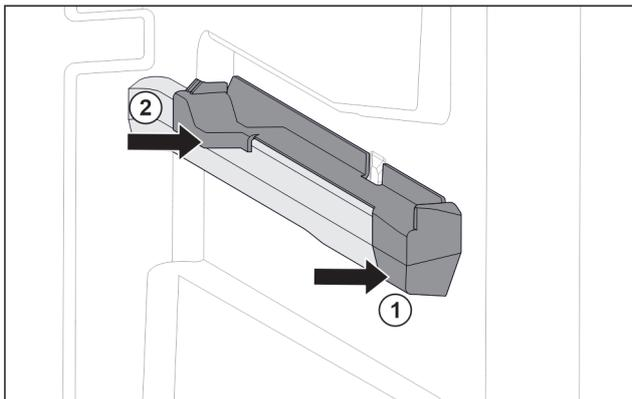

Fig. 74 Élément emboîtable sur la nervure de récipient droite
- Poser le devant de l'élément emboîtable contre la nervure de récipient. Fig. 74 (1)
- Enfoncer l'arrière de l'élément emboîtable. Fig. 74 (2)